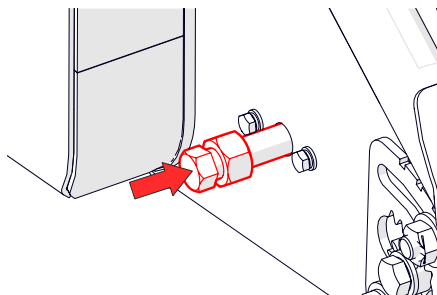
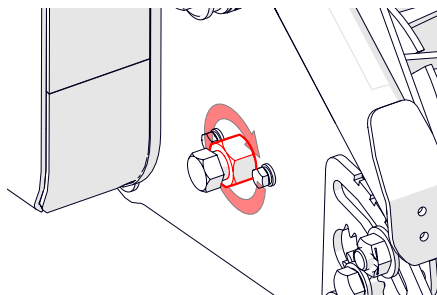

Fig. 8H - Serrer le boulon de fixation.
Fig. 8I - Serrer le contre-écrou.
9. Serrez le boulon de fixation [clé de 19 mm] (Fig. 8H), puis le contre-écrou [clé de 24 mm] (Fig. 8I).